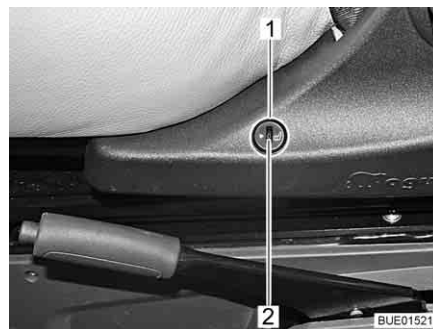

Fig. 24 Interrupteur du chauffage de siège
- Appuyer sur la partie inférieure de l'interrupteur (Fig. 24,1) disposé du côté gauche de la console de siège.
- Pour réduire la puissance du chauffage, tourner la molette (Fig. 24,2) dans le sens "0".
- Pour augmenter la puissance du chauffage, tourner la molette (Fig. 24,2) dans le sens "5".
- Appuyer sur la partie supérieure de l'interrupteur (Fig. 24,1) disposé du côté gauche de la console de siège.